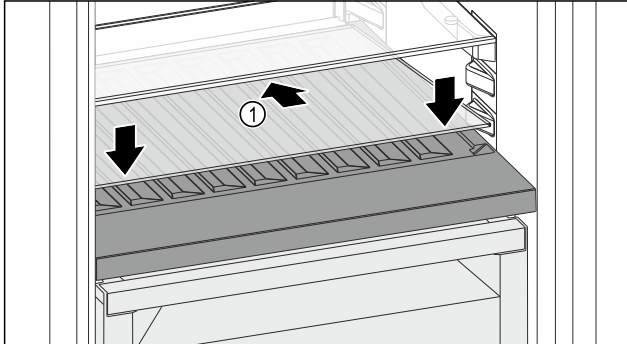

Fig. 116
- ▶ Вставьте стеклянную пластину Fig. 116 (1) наискосок и с уклоном назад вниз.
- ▶ Опустите стеклянную пластину Fig. 116 (1) спереди.